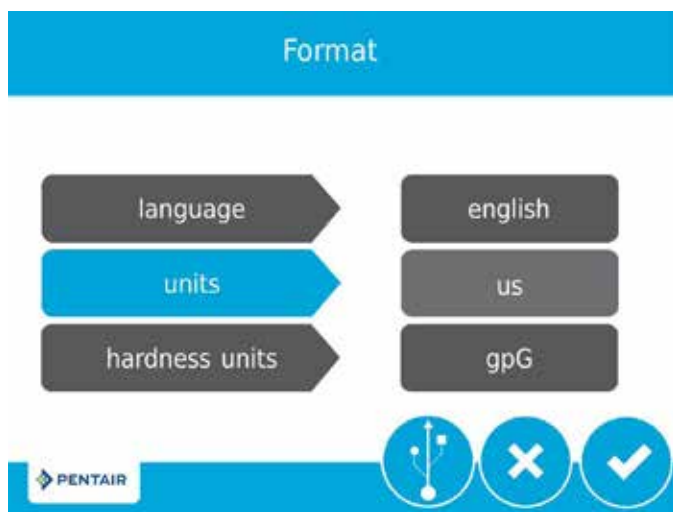

Figure 3 Écran Format
1. Après avoir branché l'appareil, l'écran Format (Figure 3) s'affiche.